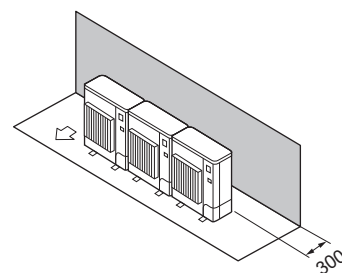

Fig. 2-13
- ① Кедергілер тек артқы жағында (Fig. 2-13)